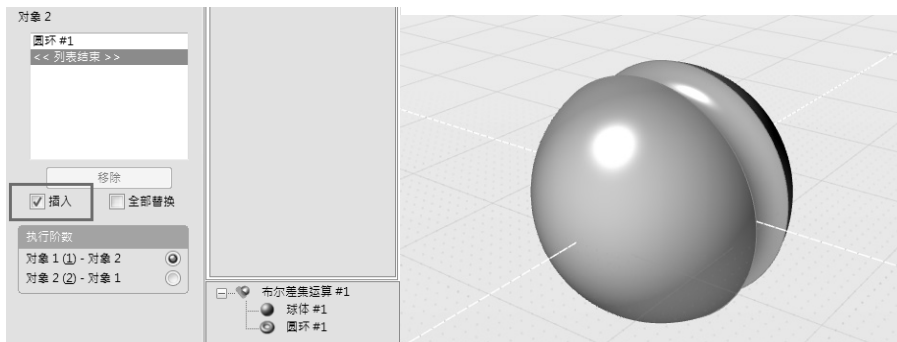

图 2-69 替换布尔运算源对象 (左) 获得新的布尔差集运算结果 (右)
6) 在全局浏览器中选中“布尔差集运算#1”, 勾选其控制面板中“对象 2”参数下面的“插入”复选框。随后在任意视图中单击圆环, 作为新的布尔运算源对象。然后可获得新的布尔差集运算结果, 如图 2-69 所示。